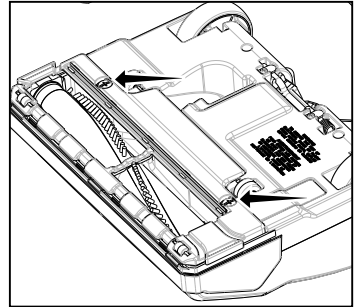

Fig. 1
- Gire los dos tornillos un cuarto de vuelta para liberar la placa inferior (Fig. 1). Quite la placa inferior.